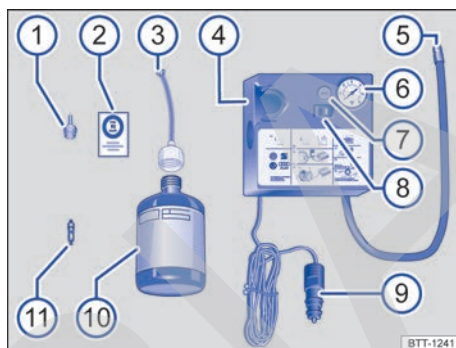

Fig. 189 Representación esquemática: componentes del kit reparapinchazos.
El kit reparapinchazos se encuentra en el maletero, debajo del recubrimiento de la alfombra, debajo del recubrimiento de la alfombra. Se compone de las siguientes piezas → fig. 189:
11. Pegue el adhesivo → fig. 189 ② del kit reparapinchazos en el tablero de instrumentos dentro del campo de visión del conductor.
- Desenrosque el obús de la válvula con el desmontaobuses → fig. 189 ① y deposítelo sobre una base limpia.
- Agite energícamente la botella de sellante → fig. 189 ⑩ unas cuantas veces.
- Enrosque fijamente el tubo de llenado → fig. 189 ③ en la botella de sellante en el sentido de las agujas del reloj. El precinto de la boca de la botella se perfora automáticamente.
- Retire el tapón del tubo de llenado → fig. 189 ③ e introduzca el extremo abierto en la válvula del neumático por completo.
- Enrosque nuevamente el obús en la válvula del neumático con ayuda del desmontaobuses → fig. 189 ①.
- Enrosque fijamente el tubo de inflado → fig. 189 ⑤ del compresor de aire en la válvula del neumático.
- Acople el conector de 12 voltios → fig. 189 ⑨ a una toma de corriente de 12 voltios del vehículo → pág. 157.
- Encienda el compresor de aire con el conmutador de encendido y apagado → fig. 189 ⑧.
- Deje el compresor en funcionamiento hasta alcanzar una presión de 2,0 a 2,5 bares (29-36 psi/200-250 kPa) → ⚠️. **No lo deje funcionar más de 8 minutos** → ⑩.
Vuelva a enroscar el tubo de inflado → fig. 189 ⑤ y compruebe la presión del neumático en el indicador ⑥.